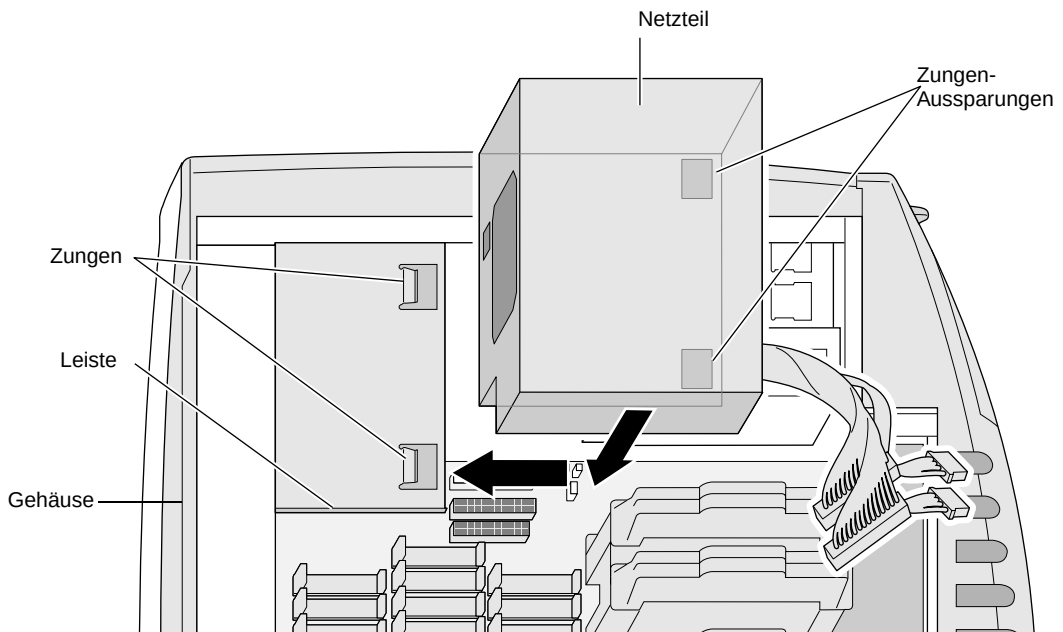

Abbildung 7-6 Einbauen des Netzteils
1. Bringen Sie das Netzteil für den Einbau an die in Abbildung 7-6 gezeigte Stelle.